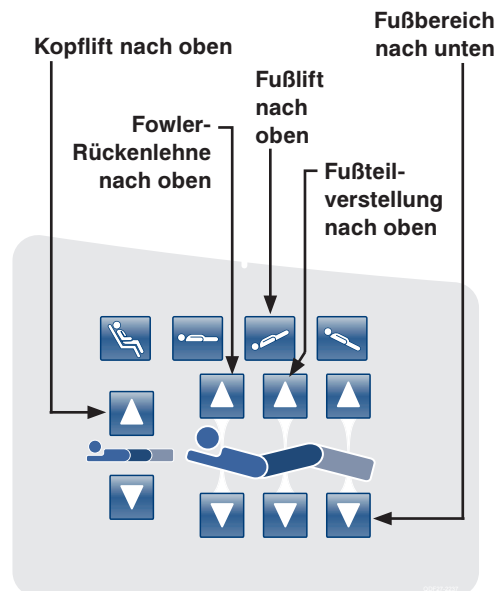

Abbildung 24: Bedienkonsole am Seitengitter des Kopfendes - (Rechte Seite abgebildet)
26. Das Bett in die höchste Position bringen; dazu die Tasten **Trendelenburg (Fußlift nach oben)** und **Betthöhe nach oben (Kopflift nach oben)** drücken (siehe Abbildung 24).
27. Die Fowler-Rückenlehne und die Fußteilverstellung des Bettes in die höchste Position bringen; dazu erst die Taste **Fowler-Rückenlehne nach oben** drücken, danach die Taste **Fußteilverstellung nach oben** drücken (siehe Abbildung 24).
28. Den Fußbereich in die niedrigste Position bringen; dazu die Taste **Fußbereich nach unten** drücken, bis die Grenze erreicht ist (siehe Abbildung 24).